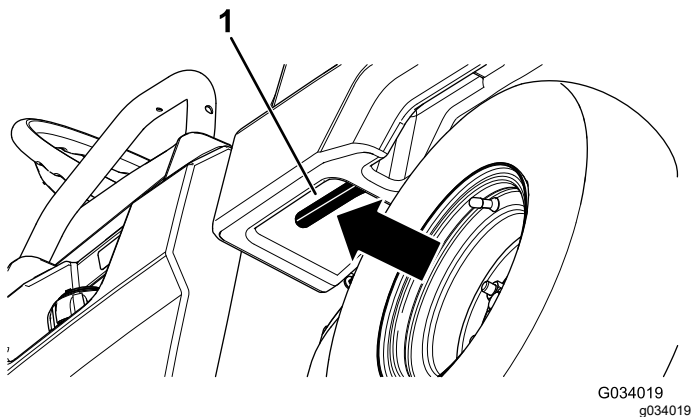

Bild 13
1. Ziehen Sie den Hebel an der linken Innenseite der Ladepritsche zu sich und heben Sie die Ladepritsche an (Bild 13).
1. Heben Sie den Riegel an, um die Ladepritsche etwas anzuheben (Bild 13).